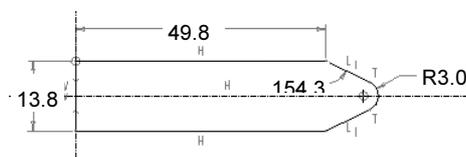

图 2.13.10 移动尺寸至合适的位置
- Step 2** 移动尺寸至合适的位置，如图 2.13.10 所示。